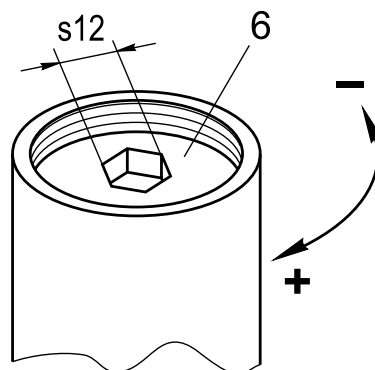

Рис. 5
- используя шестигранное отверстие ($s12$) в регулировочном винте 6 (рис. 5) при его повороте по часовой стрелке можно увеличить давление на выходе регулятора до заданного значения. Поворачивая регулировочный винт 6 против часовой стрелки происходит уменьшение давления на выходе. После проведения регулировки защитную пробку 4 необходимо установить в прежнее положение.